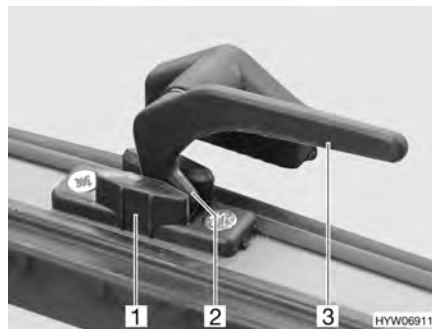

Fig. 71 Levier de verrouillage en position "Aération permanente"
- En position "Aération permanente" (Fig. 71)
- Tourner tous les leviers de verrouillage (Fig. 71,3) d'un quart de tour vers le centre du lanterneau.
- Remettre tous les leviers de verrouillage en position initiale. Le tenon de verrouillage (Fig. 71,2) doit pénétrer alors dans le logement prévu à cet effet dans le verrouillage du lanterneau (Fig. 71,1).